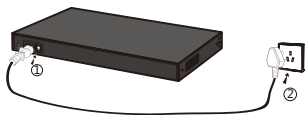

图1.2.2电源连接示意图
2. 内置式的无需电源适配器，直接接入AC100~240V, 50~60Hz市电即可；如图1.2.2所示。